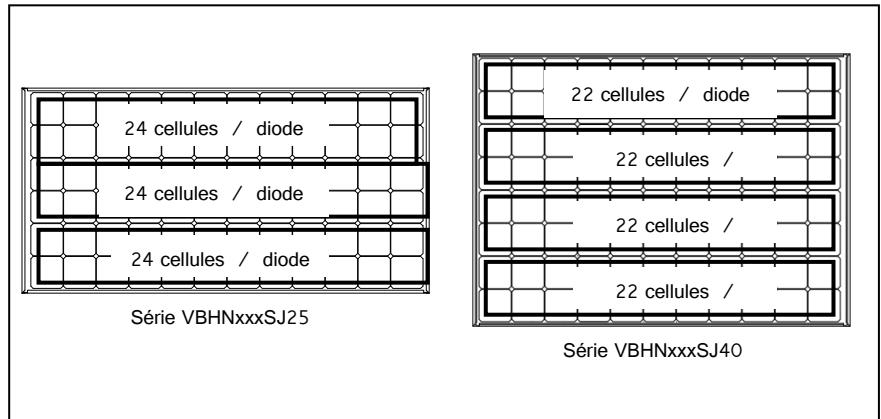

Figure 4 : Nombre de cellules en série par diode by-pass
- Les caractéristiques des diodes by-pass de la série VBHNxxxSJ25 sont les suivantes. Nombre de diodes by-pass : 3 diodes. Nombre de cellules en série par diode by-pass : 24 cellules par diode. Les caractéristiques des diodes by-pass de la série VBHNxxxSJ40 sont les suivantes. Nombre de diodes by-pass : 4 diodes. Nombre de cellules en série par diode by-pass : 22 cellules par diode (voir Figure 4).